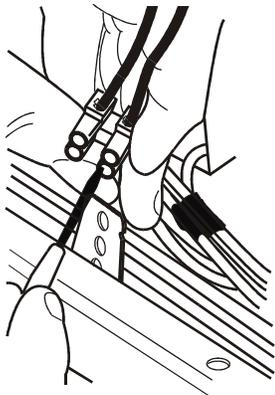

FIGURE 2
6. Insérer chaque conducteur dénudé (un seul à la fois) dans un connecteur à l'extrémité du nouveau CCT; bien serrer la vis de blocage avec un petit tournevis à lame plate. Voir Figure 2.